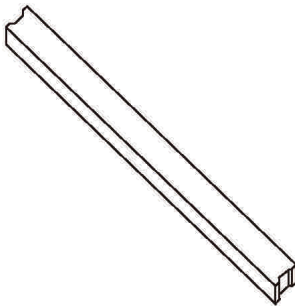

Abbildung 1 Stützrahmens aus Massivholz
- **Entladen mit einem Kran:** Befestigen Sie die Schlinge an den Karabinern des Stützrahmens aus Massivholz (Abb. 1 und 2), so dass jeweils nur eine Palette mit Modulen angehoben werden kann. Überprüfen Sie vor dem Anheben, ob die Palette und der Karton beschädigt sind und ob die Hebeseiile fest und sicher sind. Wenn das Hebezeug kurz vor dem Aufsetzen auf dem Boden steht, richten zwei Personen, eine auf jeder Seite, den Karton gerade aus und platzieren ihn vorsichtig auf einer relativ flachen Position auf dem Projektgelände.